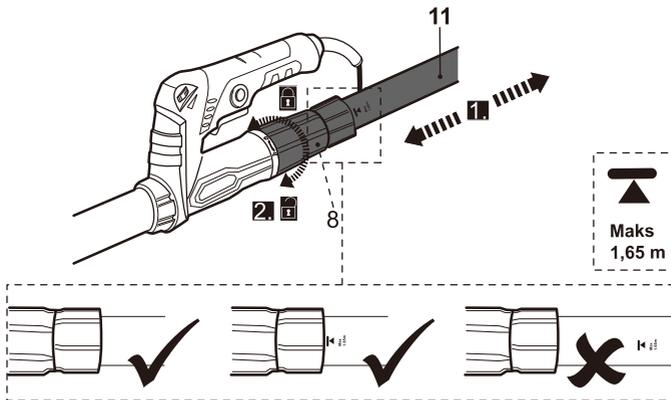

Fig.4
- > Si es necesario, ajuste la longitud del tubo de extensión (11). Preste atención a la marca de “Máx. 1,65 m” que hay en el tubo de extensión. Apriete el casquillo (8) después de montar/ajustar el tubo de extensión (Fig. 4.)